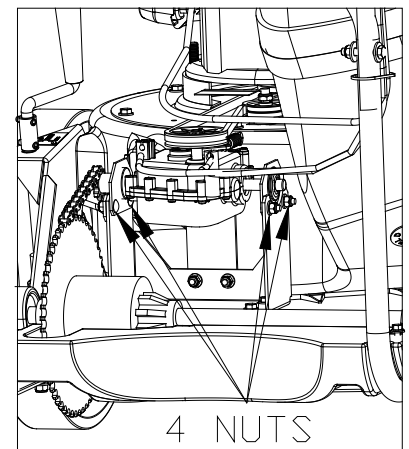

Fig. 20
- Lossa de 4 muttrarna som håller fast lagerfästet (se Fig. 20 föregående sidan) och skjut det framåt en liten bit för att dra åt kedjan eller skjut det bakåt för att lossa den. Dra åt de 4 muttrarna igen och kontrollera kedjans spänning. Upprepa detta steg efter behov.